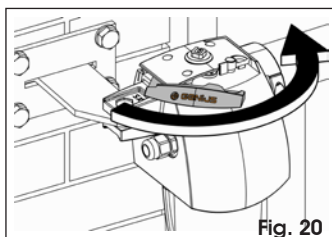

Fig. 20
2. Chiudere la leva di sblocco (Fig. 20).